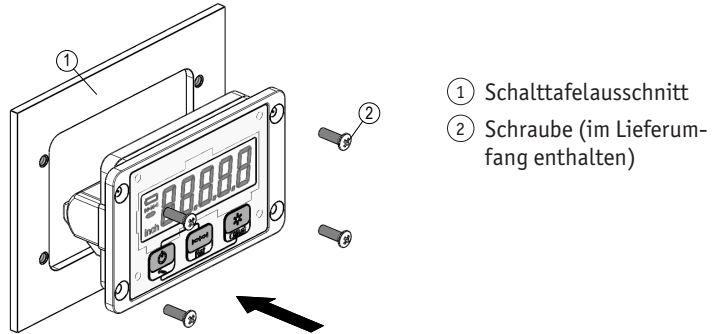

Abb. 1: Einbau
4.2 Montage Messanzeige (Abb. 1):